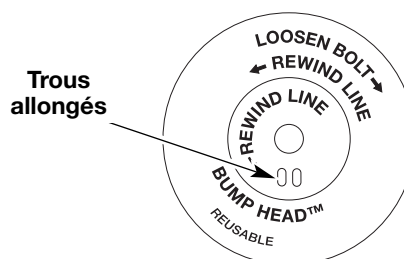

Fig. 14
5. Vérifiez l'état d'usure des dents de positionnement sur le moulinet intérieur et la bobine extérieure (Fig. 14). Enlevez les ébarbures ou remplacez le moulinet et la bobine au besoin.
6. Découpez environ 3 m (10 pi) de fil neuf. Insérez une extrémité de fil dans l'un des deux trous du moulinet intérieur (Fig. 14). Tirez le fil jusqu'à ne laisser que 10 cm (4 po) environ.